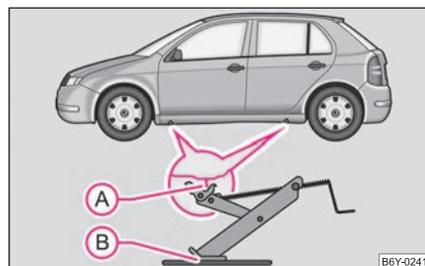

Abb. 159 Radwechsel:
- Wählen Sie zum Ansetzen des Wagenhebers den Aufnahmepunkt - Unterholm, der dem defekten Rad am nächsten liegt ⇒ Abb. 159. ▶